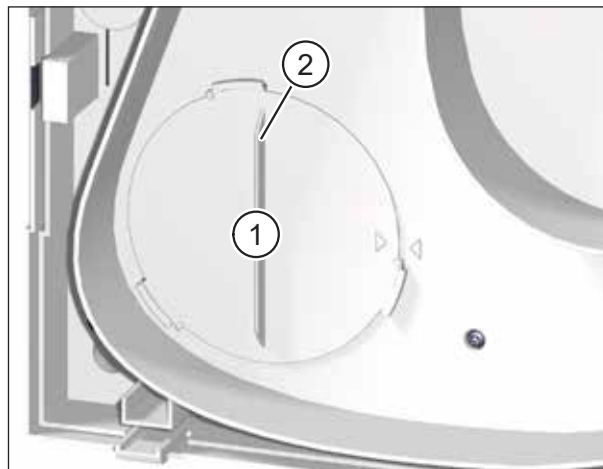

Fig. 17 : Enlever le filtre d'air neuf
- ▶ Tournez le couvercle du filtre (pos. 1 dans Fig. 17) sur la poignée (pos. 2 dans Fig. 17) dans le sens inverse des aiguilles d'une montre, jusqu'à ce que le couvercle du filtre se détache des supports.
- ▶ Vérifiez la position du couvercle du filtre. Il faut que la poignée soit en position verticale et que la flèche sur l'anneau du filtre soit alignée avec la flèche de la position d'arrêt (voir Fig. 17 à la page 32).